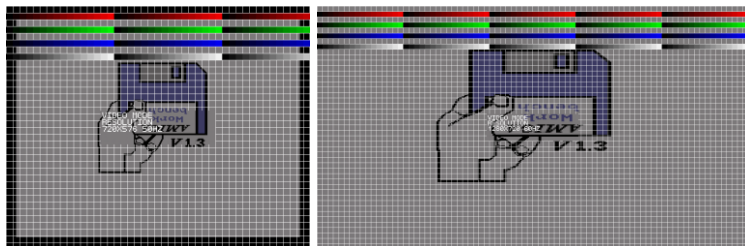

Abbildung 5: Das überlagerte Gitter zeigt die Ausgangsauflösung an (links 720x576 und rechts 1280x720)
Die Einstellung **Video-Mode** (9) bestimmt den Ausgabemodus. Beim Drehen des Schalters werden folgende Modi durchlaufen: 640x480 50Hz, 640x480 60Hz, 720x576 50Hz, 720x576 60Hz, 1280x720 50Hz, 1280x720 60Hz. Während die Auswahl aktiv ist, wird ein Gitter überlagert (s. Abbildung 5). Das Gitter stellt das vollständige Ausgabebild